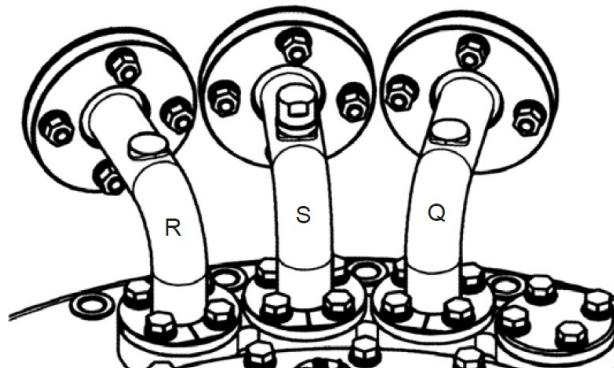

Рисунок 41 Патрубки
- 2) Для заполнения маслом используйте патрубок S или R на головке устройства РПН (Рисунок 41).